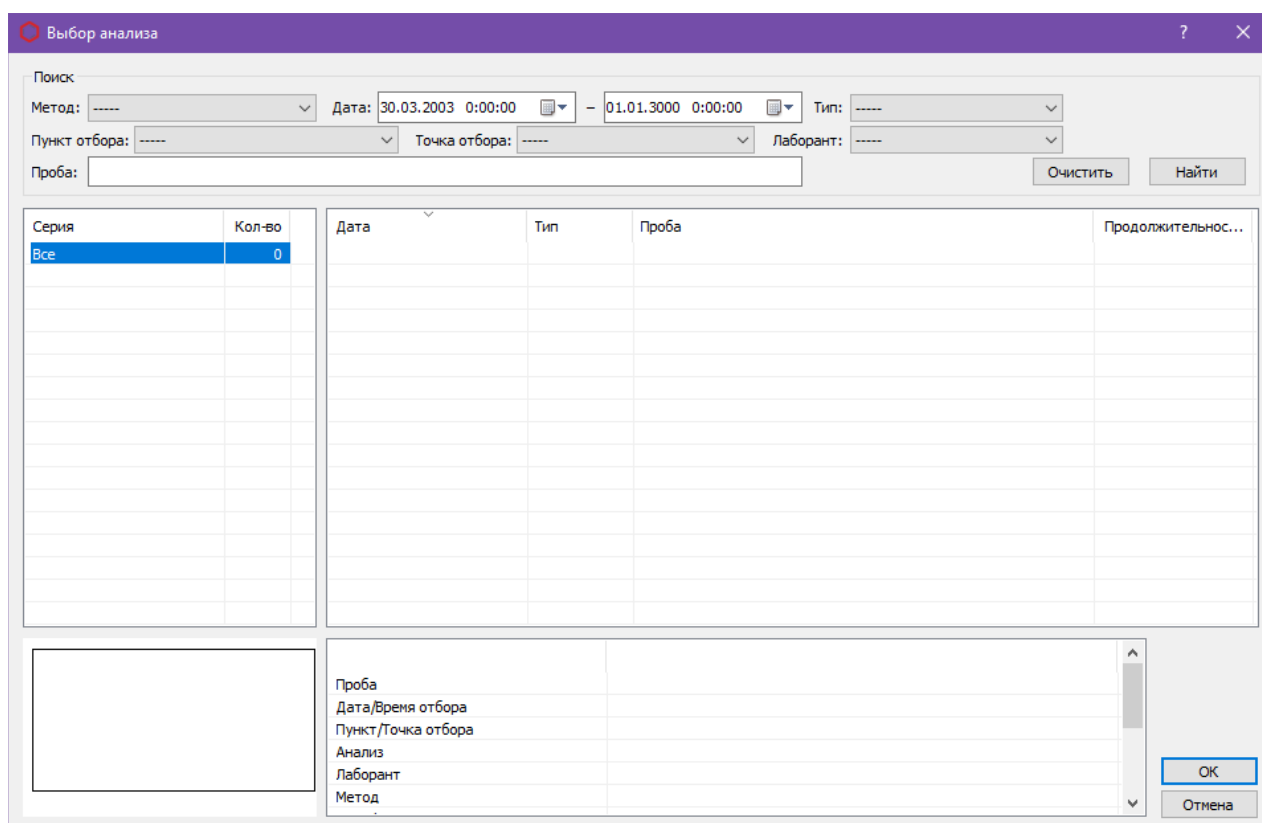

Рис. 6. Окно «Выбор анализа»
1. Нажмите **Добавить**. Откроется окно *Выбор анализа* (Рис. 6).